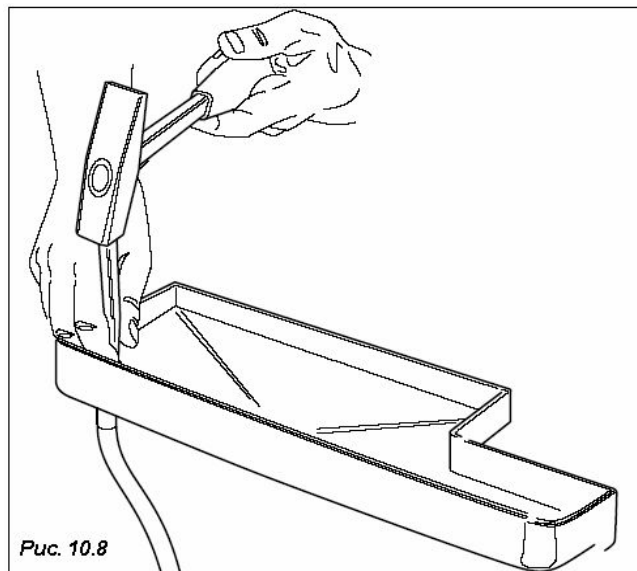

Рис. 10.8
- Извлеките емкость и пробейте сливное отверстие, как показано на Рис. 10.8.